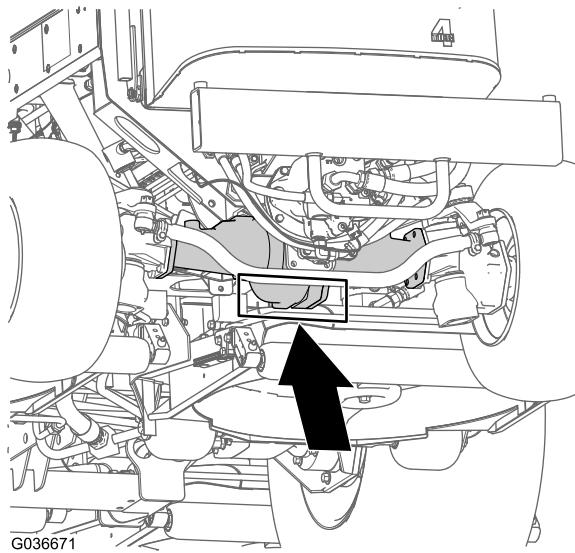

**Figura 32**
**Parte trasera de la máquina** – en el bastidor de la máquina, hacia delante de los motores de la transmisión de las ruedas (Figura 32)